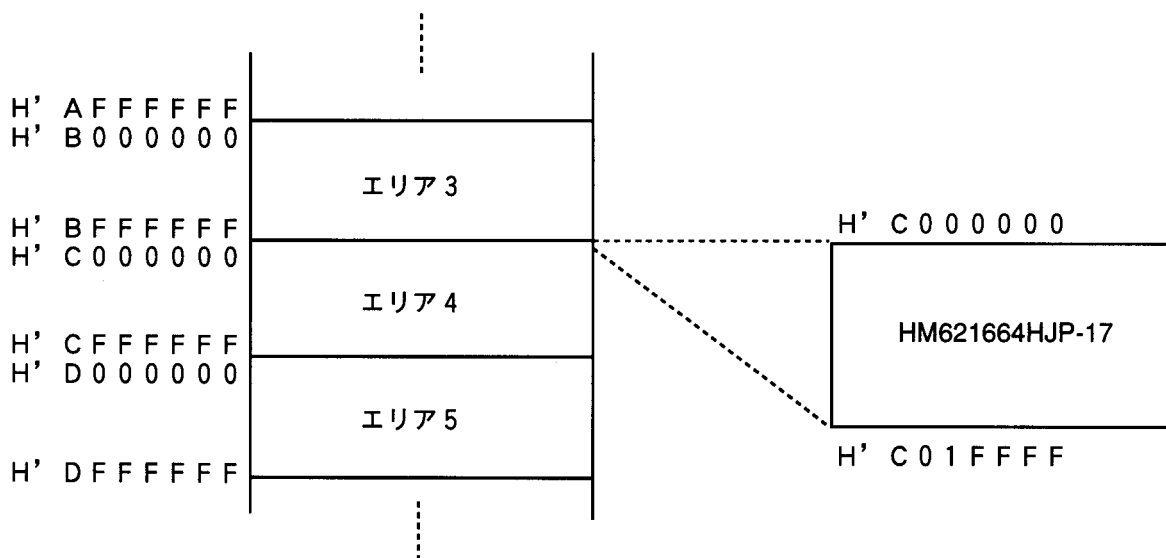

図2 メモリマップ
(2) 図2に示すように、SH7034のメモリ空間のうち、エリア4 (H' C0000000 ~ H' C01FFFFF) に割り付けます。また、エリア4のバスステートコントローラを以下のように設定します。